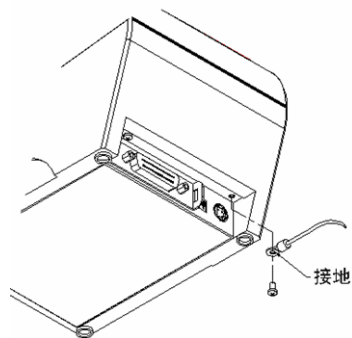

图 4
- 2) 松开地线紧固螺钉，用螺丝刀将地线连接到打印机后部的外壳上(如图4)。